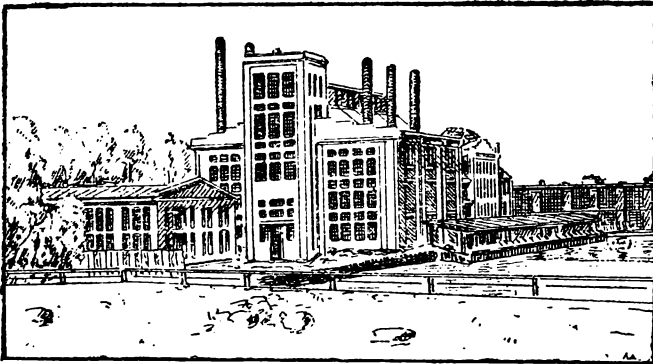

Рис. 1. Общий вид новой паросиловой станции в Окуловке.
Рис. 1. „Цементная пушка“. 1 — загрузочная воронка. 2 — кран на перепуске сжатого воздуха. 3 — верхняя камера. 4 — нижняя камера. 5 — верхний клапан. 5' — нижний клапан. 6 — допалка. 7 — гнездовой ротор. 8 — колесо тележки. 9 — выдувной пистолет. 10 — рукоятка для клапана (5). 11 — рукоятка для клапана (5'). 12 — подача сжатого воздуха для выдувки материала с (7) в (9). 13 — мотор.
„Пушка“ (рис. 1) состоит из двух одна над другой расположенных камер (3) и (4), снабженных колесикообразными клапанами (5) и (5'), прижимаемыми к их седлам давлением